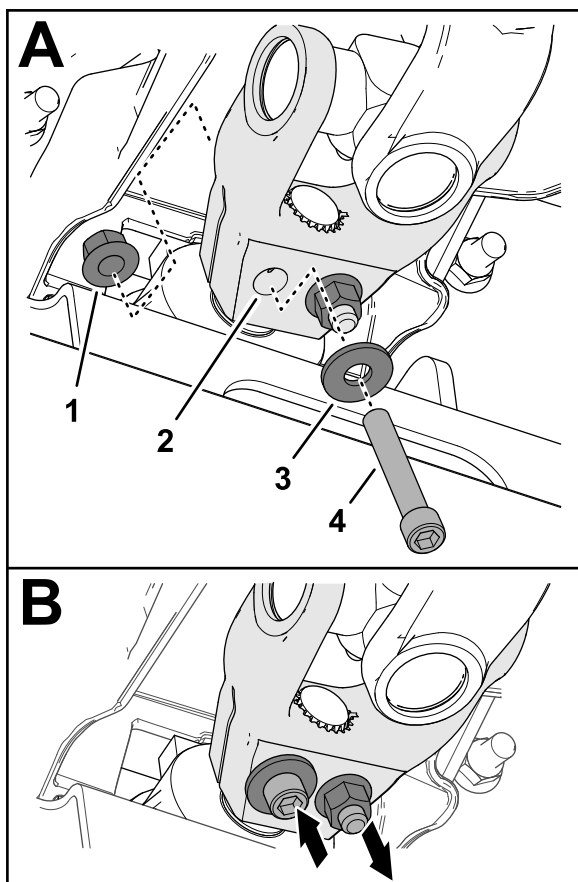

**Bild 16**
6. Montieren Sie eine Innensechskantschraube ( $\frac{3}{8}$ " x  $2\frac{1}{4}$ ") durch eine Unterlegscheibe ( $\frac{3}{8}$ ") und die Bohrung in der Antriebswellengabel (**Bild 16**), und sichern Sie die Innensechskantschraube mit einer Sicherungsbundmutter ( $\frac{3}{8}$ ").
7. Montieren Sie eine Innensechskantschraube ( $\frac{3}{8}$ " x  $2\frac{1}{4}$ ") durch eine Unterlegscheibe ( $\frac{3}{8}$ ") und die Bohrung in der Antriebswellengabel von der entgegengesetzten Richtung (**Bild 16**), und sichern Sie die Innensechskantschraube mit einer Sicherungsbundmutter ( $\frac{3}{8}$ ").